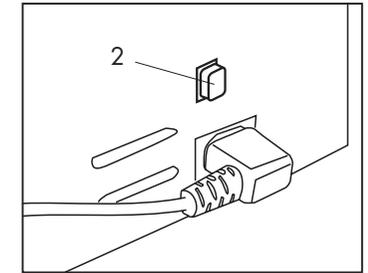

Abb. 4
• Schalten Sie das Gerät über den Hauptschalter (2) ein. (Abb. 4)
• Die Steuertasten beginnen langsam zu blinken. Sobald die Temperatur erreicht worden ist, leuchten die Tasten fest, um zu melden, dass das Gerät betriebsbereit ist (Abb. 4).